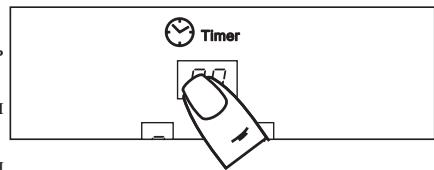

Рис.19
2. Перевести таймер в режим управления касанием зоны «**⑤**». В окне индикации программируемой конфорки высветится ноль (рис. 19).